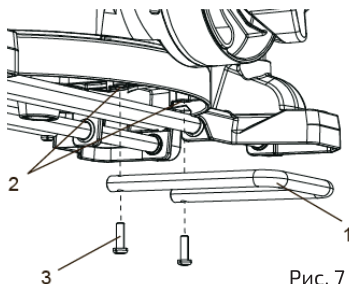

Рис. 7
- Совместить отверстия штанги (1) с двумя отверстиями (2) в нижней задней части опоры и прикрепить штангу двумя винтами (3) с помощью крестовой отвертки (рис. 7).